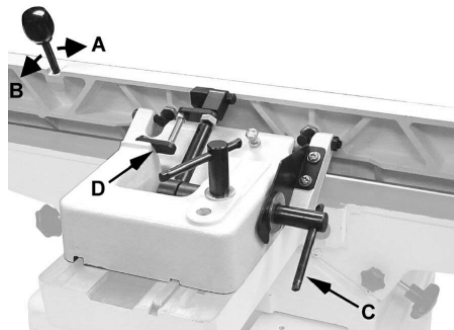

Рис. 19
1. Ослабьте фиксатор (С, Рис. 19).
2. Переместите рычаг вперед (А, Рис. 19) до желаемого угла до 45°. Можно также разместить контрольный инструмент на столе и на упоре и отрегулировать положение упора так, чтобы угол упора сравнялся с фаской измерительного инструмента.
3. Затяните фиксатор (С, Рис. 19).
2. Ослабьте фиксатор (С, Рис. 19).
3. Откиньте стопорный блок 90° (D, Рис. 19) в сторону.
4. Переместите рычаг (В, рис.19) назад на желаемый угол до 135°. Можно также поместить свою скошенную деталь-шаблон на стол и на упор, отрегулировав упор таким образом, чтобы угол упора сравнялся с фаской детали-шаблона.
5. Затяните фиксатор (С, Рис. 19).
Важно: Когда операция, требующая определенного наклона, завершена, и упор возвращен на угол 90°, не забудьте перевернуть стопорный блок 90° (D, рис. 19) обратно в стандартное положение.